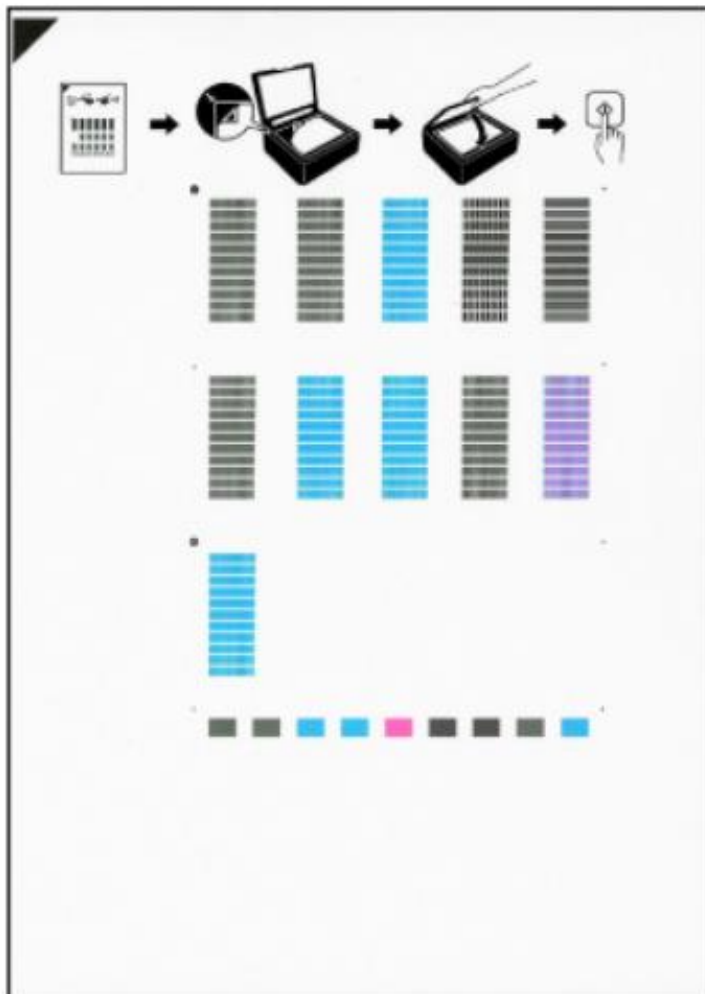

Рисунок 2.19 – Зразок вирівнювання друкувальної голівки
4. Натиснути кнопку Чорний (Black) або Колір (Color). Друкується зразок вирівнювання друкувальної голівки (див. рис. 2.19).